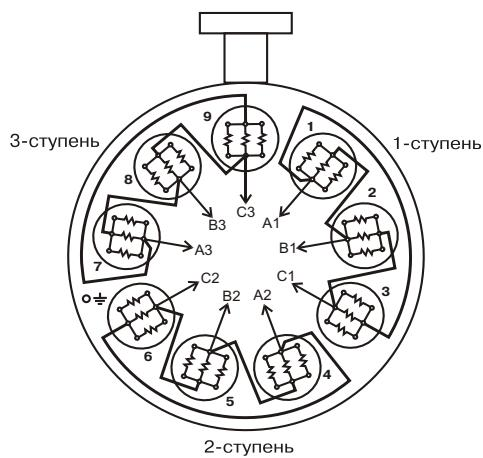

Рис.5 Расположение выводов и схема подключения электроводонагревателя ЭВТ.
Блок нагревательных элементов электроводонагревателя состоит из трех ТЭНов, объединенных в один блок и имеющих резьбовой фланец 2 1/2 ". Блок нагревательных элементов заворачивается в крышку котла через резиновую прокладку. Схема присоединения перемычек между блоками ТЭН и схема подключения электроводонагревателя к панели управления приведена на рис.5.
- подключить электроводонагреватель к панели управления согласно схеме подключения Рис.5 (обращать особое внимание на надежность электрических контактов);